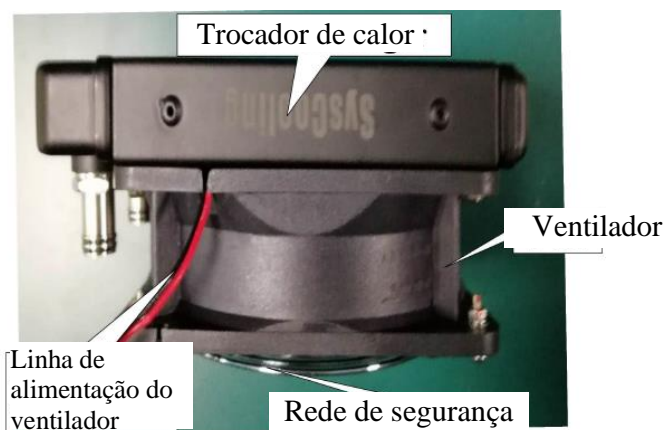

Figura 7-6
- Como mostrado na figura 7-6, desparafuse os quatro parafusos que fixam a rede de segurança, remova a rede de segurança, desparafuse os quatro parafusos que fixam o ventilador e remova o ventilador.